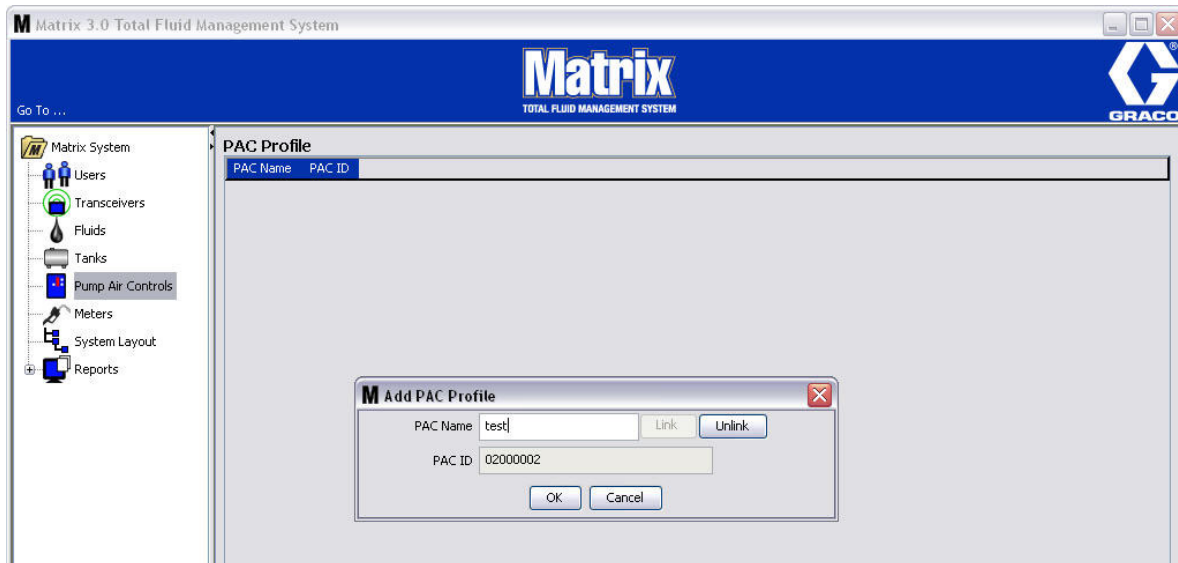

FIG. 82
5. Il numero PAC ID è visualizzato nel campo PAC ID (ID PAC) (Fig. 82). Fare clic su OK per chiudere la schermata e salvare le modifiche.
Si noti che il pulsante “Link” (Collega) nella FIG. 82 non è più attivo e invece lo è un pulsante “Unlink” (Scollega). Facendo clic sul pulsante “Unlink” (Scollega) si interrompe l’associazione tra il PAC e il PC Matrix.